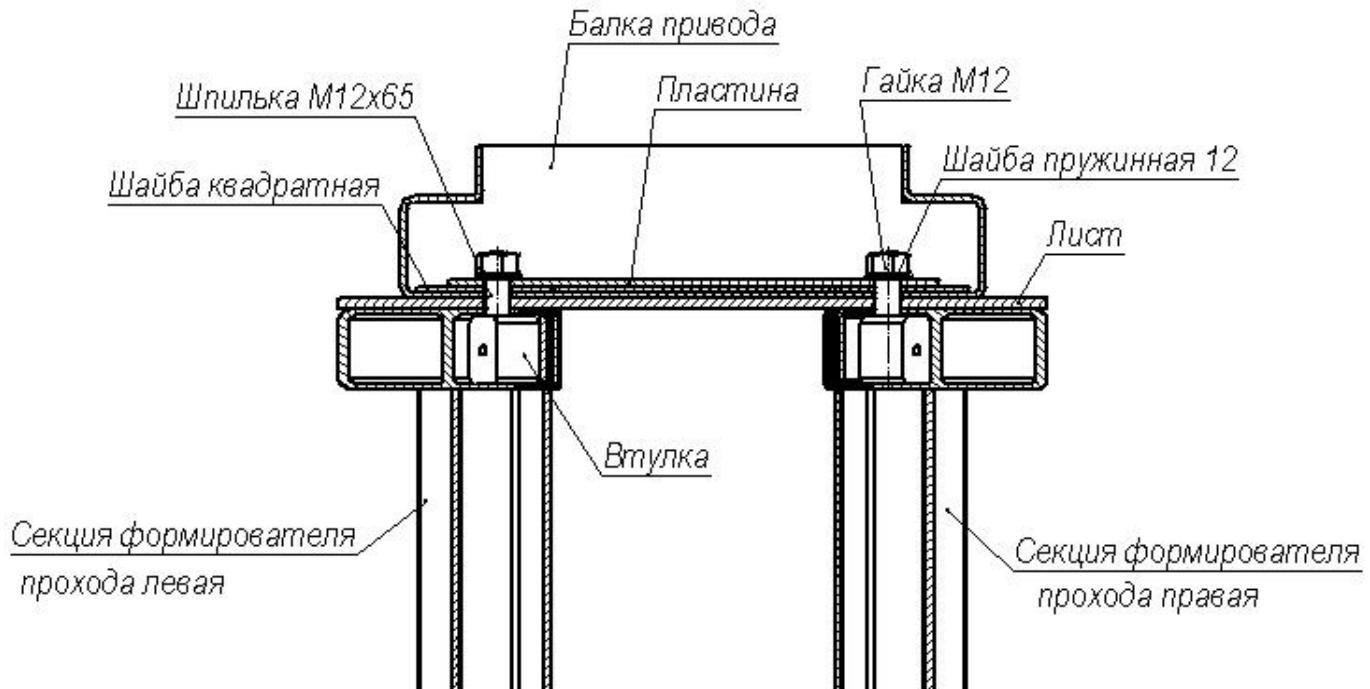

Рисунок 10 – Крепление балки привода (13) к секциям (6) и (7) формирователя прохода
8.2.14 Наденьте другой конец балки на две шпильки, выступающие из листа (12) (п. 8.2.5), наденьте на шпильки две квадратные шайбы*, на шайбы — пластину*, а затем две пружинные шайбы 12 и зафиксируйте положение балки двумя гайками M12 (см. рисунок 10). Затяните гайки на всех четырёх шпильках, крепящих балку привода. Усилие затяжки гаек — предварительное.